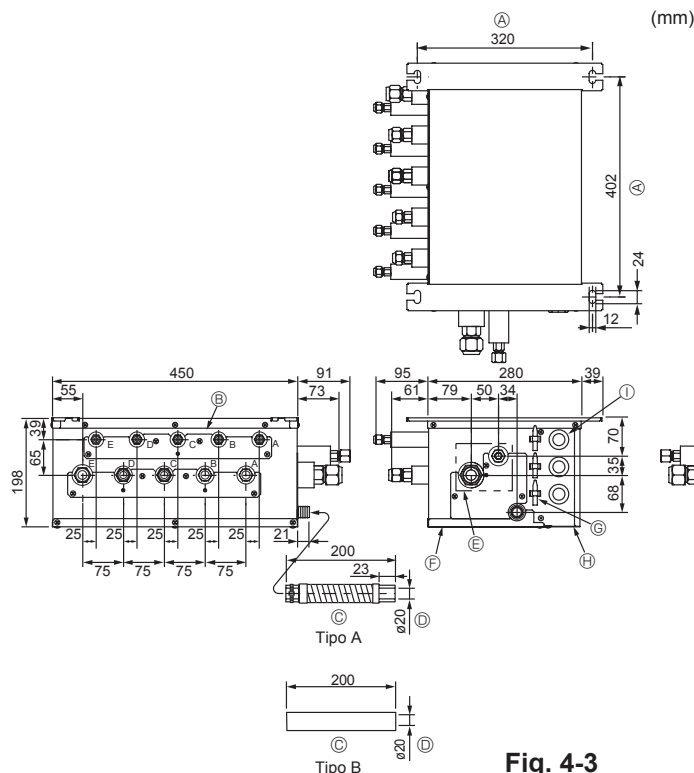

Fig. 4-3
■ PAC-AK51BC/PAC-AK52BC/PAC-AK53BC (Fig.4-3)
- (1) Instale os parafusos de suspensão (adquirir localmente) à distância especificada. (Fig. 4-3, 4-4)